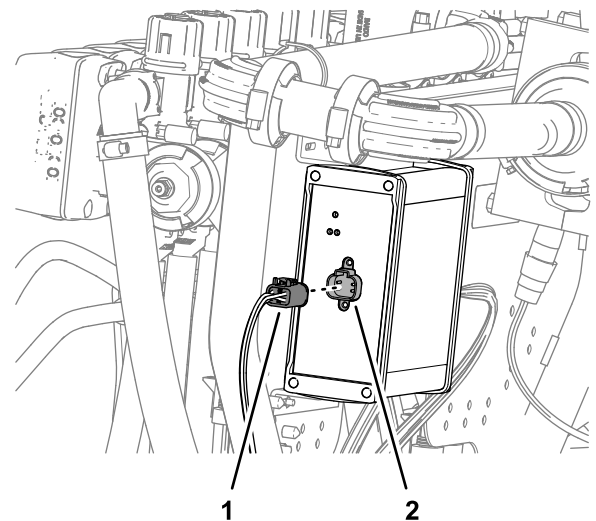

図 134
4. TO ASC 10というラベルの付いた4ソケットコネクタを、ASC 10 散布コントローラの4ピンコネクタに接続する 図 134。